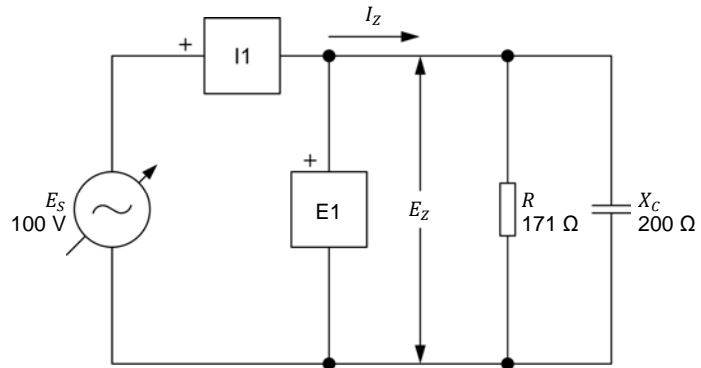

Figure 2-22. Circuit ca en parallèle contenant une résistance et un condensateur.
55. Montez le circuit montré dans la figure 2-22.